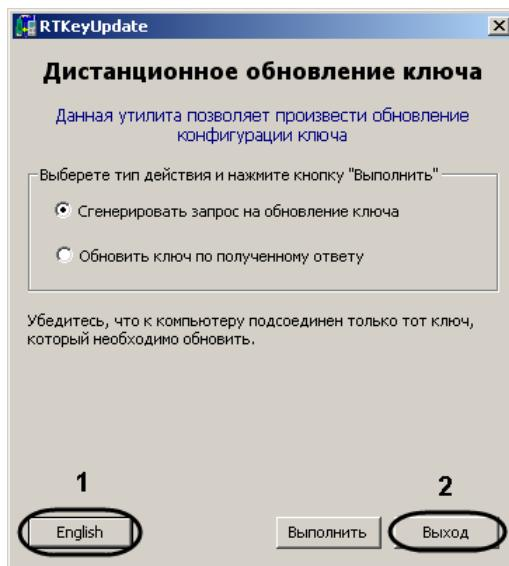

Рис. 13.2—2 Окно утилиты RTKeyUpdate.exe
*Примечание. Для смены языка утилиты на английский необходимо нажать на кнопку «English» (Рис. 13.2—2, 1).*